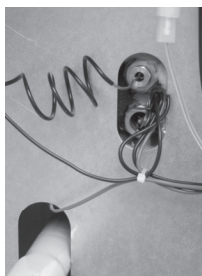

Рис. 9
9. вытните из муфты котла (рис. 9) капилляру термостата насоса и вместо нее вложите датчик температуры воды в котле из эквитермического регулятора.
Датчик аварийного термостата вместе с датчиками рабочего регулятора и термостата насоса ОВ размещены в лунке тела котла при выходе ОВ (рис. 9). Датчик термостата продуктов сгорания размещен в прерывателе тяги (рис. 10). Аварийный термостат, термостат продуктов сгорания и термостат насоса ОВ размещены в сервисной части панели управления (см.рис. 5).